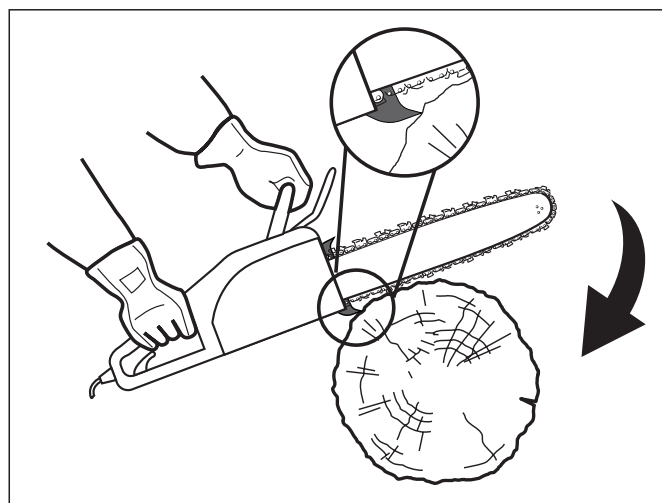

Fig. 19
5. Asegúrese de que la motosierra esté funcionando a alta velocidad antes de que esta entre en contacto con la madera. Use la púa de tope para fijar el producto a la madera antes comenzar a aserrar y úsela como punto de apoyo de apalancamiento durante el aserrado (Fig. 19).